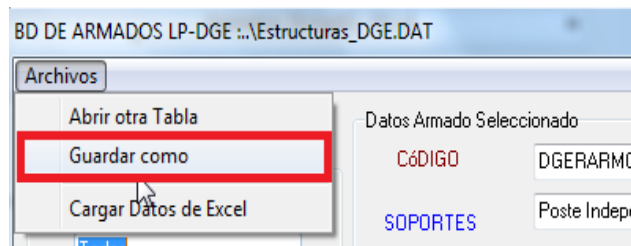
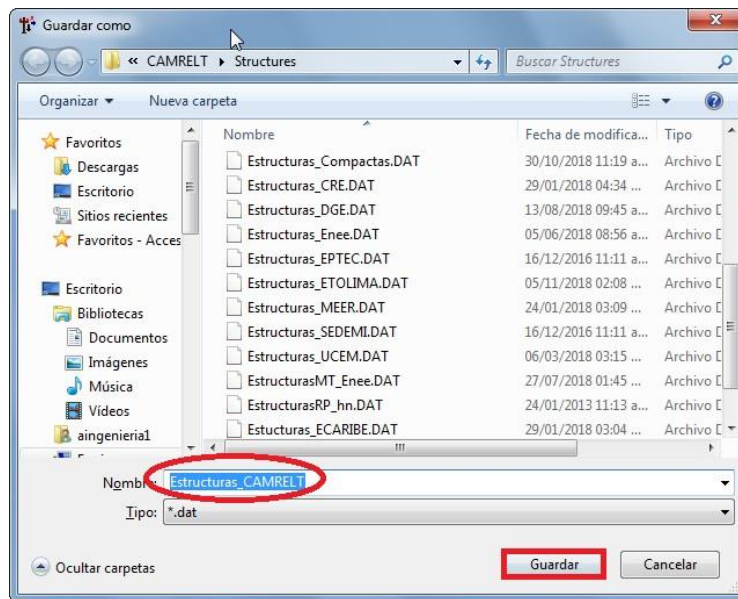

Fig. 12.1.8
Fig. 12.1.9
- Seleccione la opción “Guardar como” (Ver Fig. 12.1.8). Poner, por ejemplo: “Estructuras_CAMRELT” de nombre. A continuación, pique en el botón <Guardar>. Con esto se ha creado una nueva tabla cuyo nombre aparece en la parte superior de la ventana “BD Armados”. Esto permite al usuario personalizar archivos de armados según su propia conveniencia y con el nombre que mejor se adecúe a su trabajo (Ver Fig. 12.1.9).